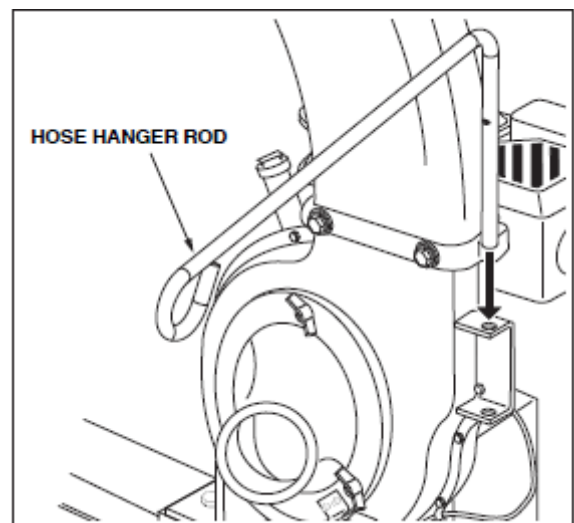

Рис. 15
25. Вставьте подвеску шланга в скобу на кожухе крыльчатки. См. рис. 15.